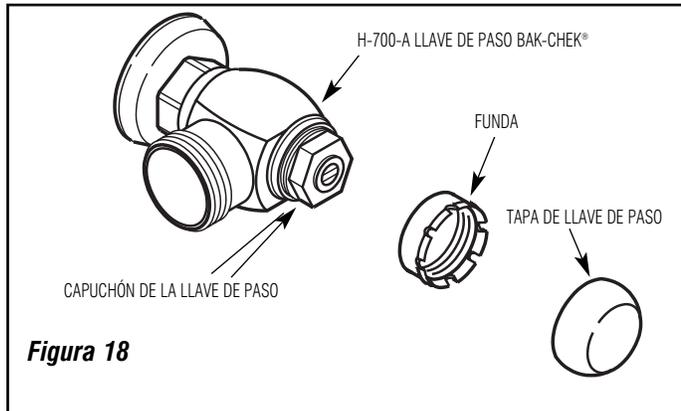

Figura 18
INSTRUCCIONES DE INSTALACIÓN DE TAPA DE VÁLVULA ANTIVANDALISMO (Figura 18)
1. Usando un desarmador plano grande, levante cuidadosamente la Tapa de la Llave de Paso de la manera siguiente. Inserte la cuchilla del desarmador entre el borde inferior de la Tapa y la superficie plana del cuerpo de la Llave de Paso como se muestra en la Figura 18. Usando el desarmador como palanca, empuje la manija del desarmador directamente hacia la pared. Levante cuidadosamente la Tapa de la Manga. Puede que sea necesario pasar el desarmador alrededor del diámetro de la tapa para levantarla aún más de la Funda.